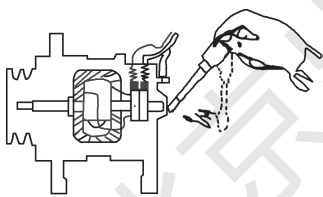

图 2-17 试探磁力
- (1) 检查充电电路导线连接情况。
- (2) 检查发电机传动带松紧度是否合适。
- (3) 确认发电机工作性能。
①用图 2-17 试探磁力法,检查励磁回路。方法是:接通点火开关,用螺丝刀靠近发电后端盖,探测转子电磁吸力,若有明显吸力,说明励磁回路正常。若无吸力,则说明发电机励磁电路有故障。